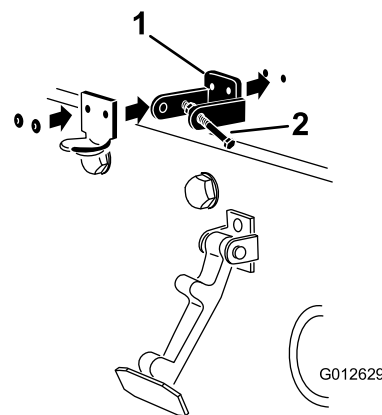

Figura 4
3. Mentre allineate i fori di montaggio, posizionate la staffa di bloccaggio CE e la staffa del fermo del cofano sul cofano. La staffa di bloccaggio deve essere contro il cofano (Figura 4). Non togliete il gruppo bullone e dado dal braccio della staffa di bloccaggio.
5. Rivettate le staffe e le rondelle al cofano (Figura 4).